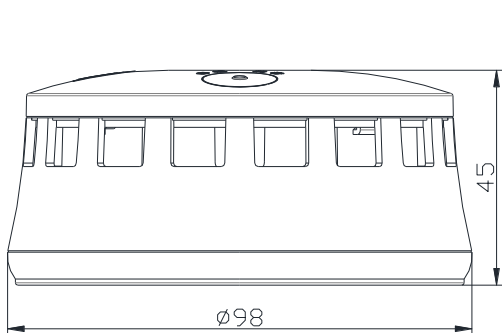

图 1 外形尺寸示意图
- 报警器的外形尺寸，如图 1、2、3 所示（单位：mm）。